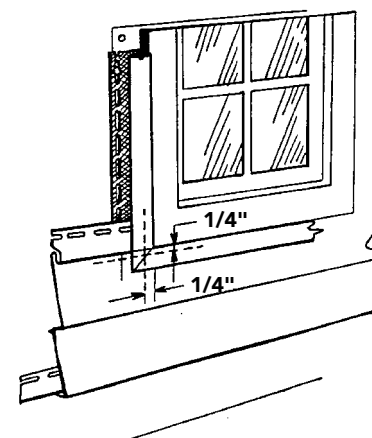

Figura 40
- Coloque el panel debajo de la ventana y marque el ancho de la abertura de la ventana en el panel. Añada a ambos lados un espacio libre de 1/4" (6.4 mm) aproximadamente para que el revestimiento se expanda y contraiga. Estas marcas representan los cortes verticales (Figura 40).